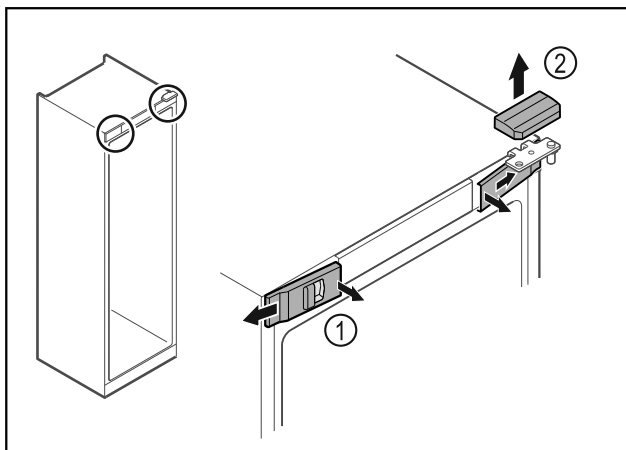

Fig. 15
- Décrocher les caches avant Fig. 15 (1) du côté intérieur et les retirer vers l'extérieur.
- Retirer le cache supérieur Fig. 15 (2) vers le haut.